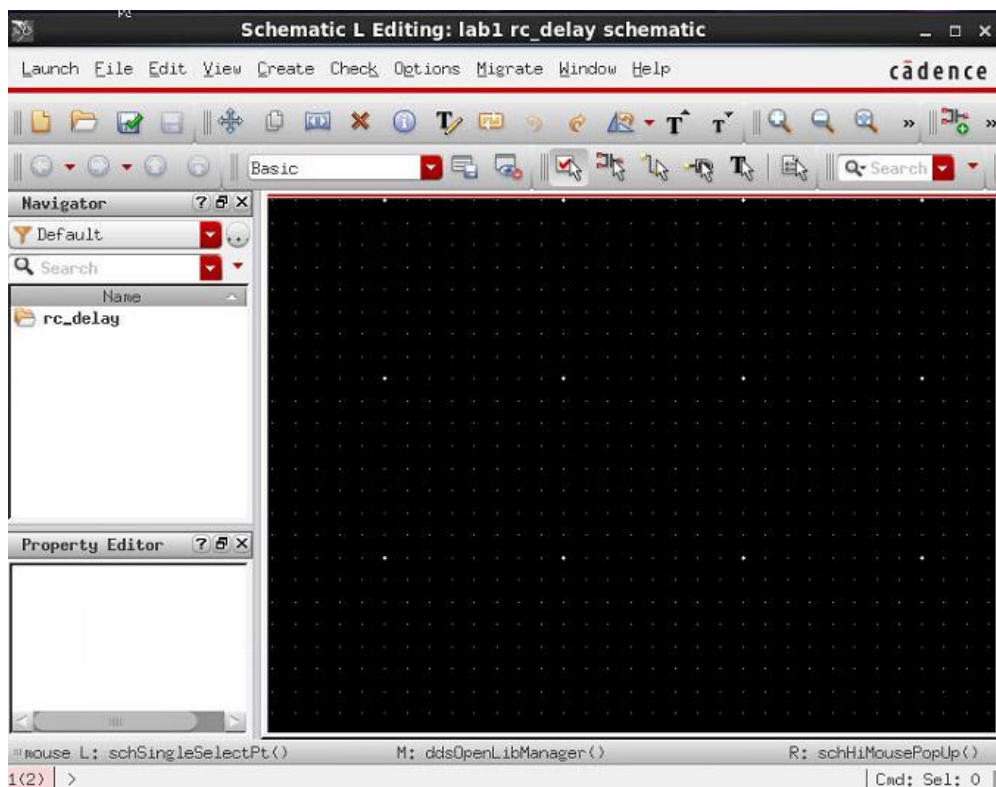

Рисунок 1.8 – Окно схематехнического редактора
10. Изучить окно схмотехнического редактора (рисунок 1.8)